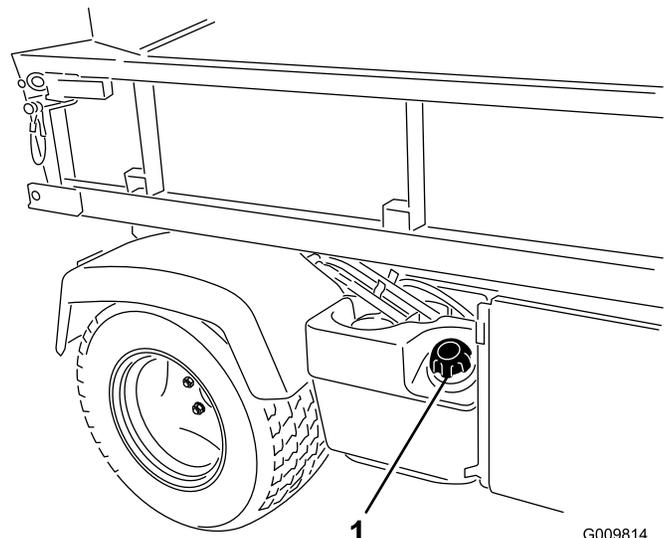

Bild 17
2. Schrauben Sie den Tankdeckel ab (Bild 17).